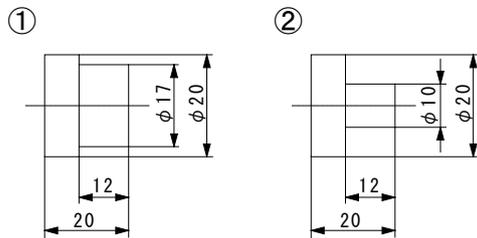

図1 ワークの形状
エアシリンダの押し出し単動 (BSA6×5)、引き込み単動 (BTA6×5) を使用して図1に示すワーク①および②を把持する。